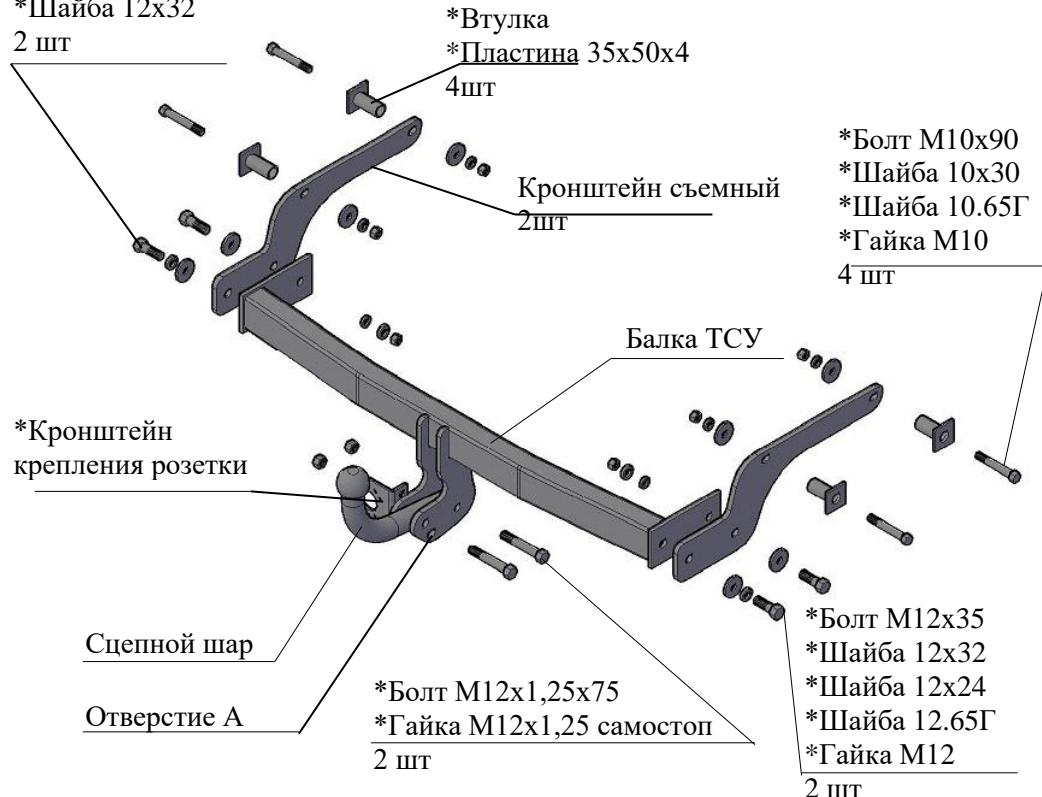

Рис.1 Тягово-сцепное устройство ТСУ 9031
2.1 ТСУ 9031 в сборе (рис.1)	1 шт.
2.2. Пакет комплектующих (рис.1)
4.3 Закрепить съемные кронштейны ТСУ к наружным полкам лонжеронов а/м болтами M10x90 (кл.пр.8.8) и гайками M10, соблюдая положение болтов в соответствии с рис.1. Внутрь лонжеронов установить дистанционные втулки. Пластины 35x50x4 установить соответственно рис.1 Крепеж не затягивать.